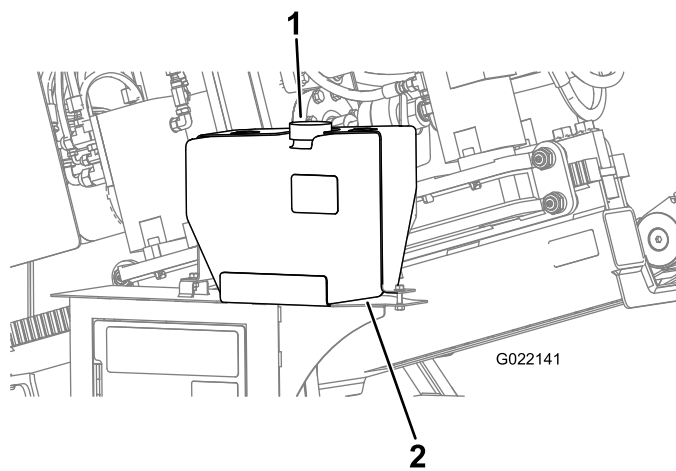

Figura 115
- D. Retire a tampa do reservatório de anticongelante da bomba de fluido de perfuração (Figura 115).
- E. Certifique-se de que o reservatório de anticongelante esteja cheio (Figura 115).
- C. Adicione anticongelante ao reservatório conforme necessário (Figura 115).
5. Instale tampa no reservatório de anticongelante (Figura 115).